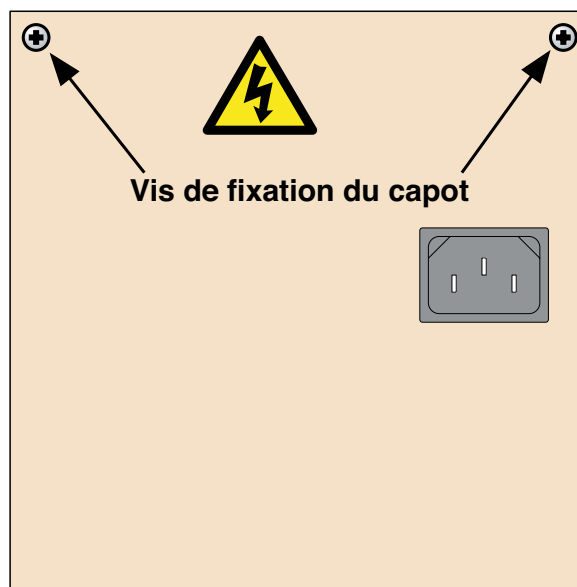

Figure 11.2.2a Vis de fixation
- 2 À l'arrière de l'appareil, enlevez la vis de fixation (figure 11.2.2a), et mettez la en lieu sûr.